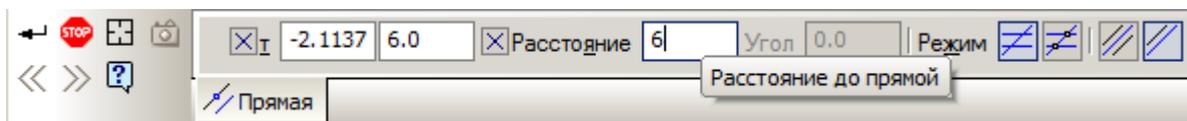

Рис. 4. На *Панели свойств* выберите расстояние, на которое должна отстоять параллельная прямая
8. Далее необходимо построить нижний габарит эскиза. На самом деле нет разницы, что строить в первую очередь, главное выбрать прямую от которой вы будете отталкиваться в дальнейшем. Для построения этой вспомогательной прямой щелкните по кнопке  (*Параллельная прямая*), расположенной на инструментальной панели *Геометрия*, выберите прямую, параллельную к которой вы хотите создать, в нашем случае это прямая проведенная через начало координат. На *Панели свойств* выберите режим построения *Одна прямая* и щелкните левой клавишей мыши немного выше этой прямой. Далее на *Панели свойств* в поле *Расстояние* введите величину, на которую будет отстоять параллельная прямая от построенной ранее горизонтальной, — *6 мм* (рис. 4). Нажмите клавишу *Enter* и щелкните по кнопке  (*Создать объект*).